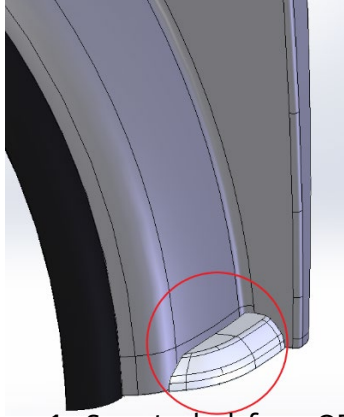

Figura 1 – Soporte de defensa OEM
1. Afloje el soporte de defensa OEM del camión (ver Figura 1).